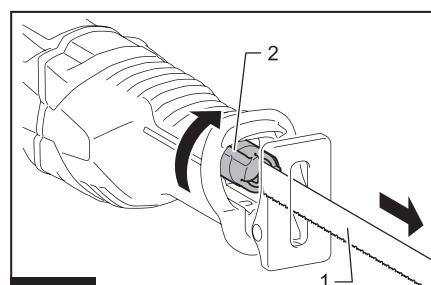

Fig.7
► Fig.7: 1. Lama per seghetto diritto 2. Leva del fermo lama